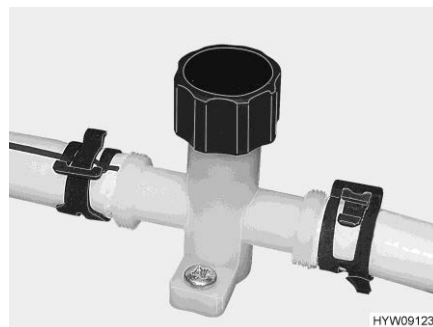
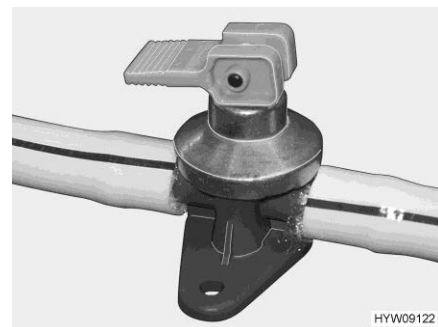

Fig. 160 Rubinetto di scarico (tubatura dell'acqua)
Fig. 161 Rubinetto di scarico (boiler Alde)
- Chiudere i rubinetti di scarico. Ruotare i coperchi (Fig. 160) in senso orario e posizionare la leva a bilanciere (Fig. 161) in posizione orizzontale.
- Aprire i rubinetti di scarico. A questo scopo, ruotare il coperchio (Fig. 160) in senso antiorario e posizionare verticalmente la leva a bilanciere (Fig. 161).